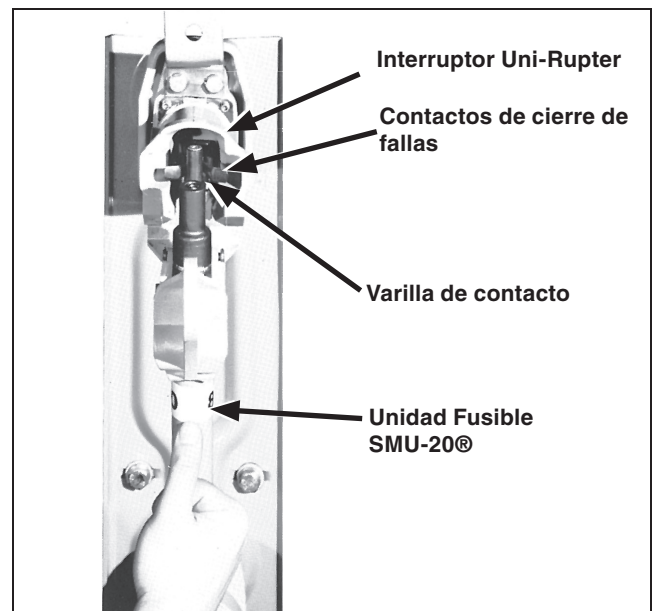

Figura 2. Aproximación por “el centro” de la varilla de contacto hacia los contactos de cierre de fallas del Interruptor Uni-Rupter.
PASO 2. Instale un ensamble conformado de una Unidad Fusible SMU-20 (con accesorios terminales, incluyendo el silenciador sujetado según se indica en la Hoja de Instrucciones de S&C 252-550S) en el ensamble de la bisagra y contacto inferior y cierre el ensamble de la unidad fusible lentamente contra el Interruptor Uni-Rupter. Verifique para estar seguro que la varilla de contacto del ensamble de la unidad fusible se aproxime “por el centro” a los contactos de cierre de fallas del Interruptor Uni-Rupter. Ver Figura 2. En caso de que sea necesario realizar ajustes, afloje un poco los dos tornillos que sujetan el ensamble de la bisagra y contacto inferior a su aislador, y al utilizar el ensamble de la unidad fusible a manera de palanca, coloque el ensamble de la bisagra y contacto superior en una alineación correcta con respecto al Interruptor Uni-Rupter. Vuelva a verificar la Dimensión P (en ambos lados del Interruptor Uni-Rupter) y realice los ajustes necesarios. Después, vuelva a apretar los dos tornillos de montaje.